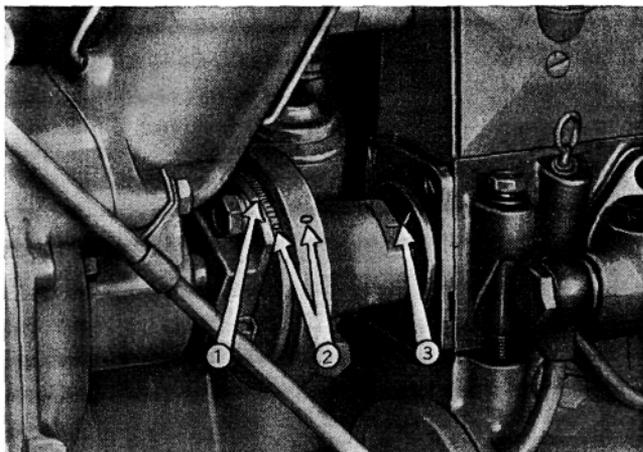
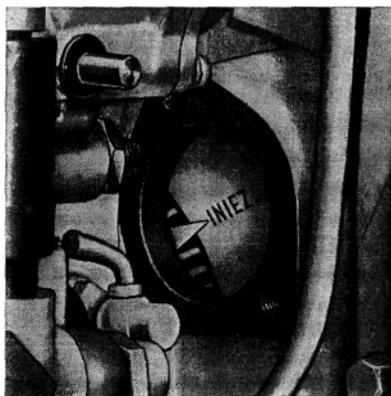

Fig. 18. - Riferimenti sulla pompa d'iniezione e sul giunto di comando.
Fig. 19. - Riferimento sul volano, indicante l'anticipo d'iniezione (25° prima del punto morto superiore).
- Far coincidere con la freccia la dicitura INIEZ. del volano, come a fig. 19 (verificare però, togliendo il coperchio della testa cilindri, che il cilindro n. 1 si trovi in fase di compressione).
- Ruotare l'albero della pompa per far coincidere il segno sull'albero con quello sulla pompa (3, fig. 18) poi mettere la pompa sulla sua base di appoggio, eseguire l'accoppiamento con il giunto (fig. 18) e fissare la pompa.
- Portare la dicitura INIEZ. del volano un po' al disotto della freccia, poi azionare la pompetta d'innescamento e ruotare adagio il motore per portare la dicitura verso la freccia. **Nell'istante in cui il gasolio cessa di uscire dal raccordo del primo elemento della pompa, deve verificarsi la coincidenza fra la freccia e la dicitura come a fig. 19:** se la coincidenza non avviene, allentare le due viti del giunto pompa (fig. 18), ruotare il volano motore senza spostare l'albero della pompa d'iniezione, far coincidere come a fig. 19, quindi chiudere le due viti del giunto e ripetere la prova.